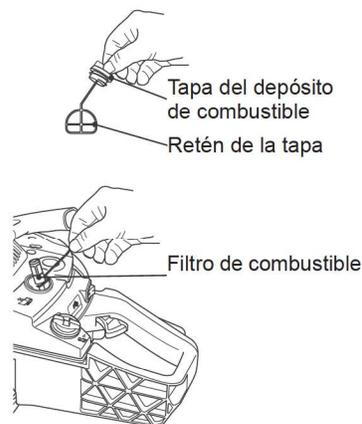

Fig. 57
- > El depósito de combustible de este producto está equipado con un filtro situado en el extremo libre del tubo de combustible (Fig. 57).